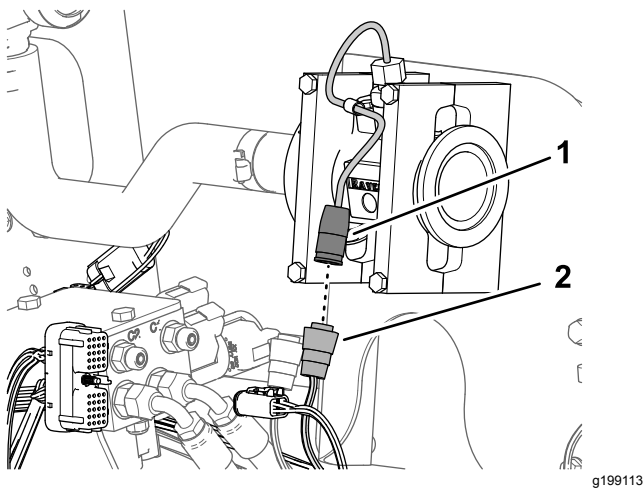

Figura 85
- Conecte el conector hembra de 3 vías de la rama de 89 cm del arnés de cables marcado FLOW METER al conector de 3 pines del caudalímetro (Figura 85).